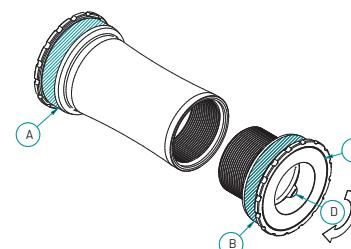

Fig. 2
- Lubrificare entrambe le calotte (A e B) nella zona di interferenza del telaio (Fig. 2).
- Installare la calotta sinistra (A) nella parte sinistra del telaio, assicurandosi di portare la battuta della calotta a contatto con il telaio stesso e avendo cura di non sollecitare i cuscinetti sottostanti la boccola (C).
- Installare la calotta destra (B) nella parte destra del telaio, avvitandola manualmente ruotandole in senso orario per accoppiarla alla calotta sinistra.
- Lubricate both caps (A and B) surfaces where BB fit the BB shell of frame area of the frame (Fig. 2).
- Install the left cap (A) on the left side of the frame, thus making sure to bring the cap stop in touch with the frame and taking care not to stress the bearings (C).
- Install the right cap (B) on the right side of the frame, thus screwing it manually by turning it clockwise to couple it to the left cap.
- Lubrifiez les deux cuvettes (A et B) dans la zone d'interférence du cadre (Fig. 2).
- Installez la cuvette de gauche (A) dans la partie gauche du cadre, en veillant à mettre la butée de la cuvette en contact avec le cadre et à ne pas exercer de contrainte sur les roulements situés sous le support extérieur gris (C).
- Installez la cuvette de droite (B) dans la partie droite du cadre, en la vissant manuellement dans le sens des aiguilles d'une montre pour l'accoupler à la cuvette de gauche.
- Schmieren Sie beide Kappen(A und B) im Eingriffsbereich des Rahmens (Abb. 2).
- Installieren Sie die linke Kappe (A) im linken Teil des Rahmens. Achten Sie dabei darauf, den Anschlag der Kappe in Kontakt mit dem Rahmen selbst zu bringen und achten Sie darauf, dass die Lager unter der externen grauen Stütze (C) nicht zu belasten werden.
- Installieren Sie die rechte Kappe (B) im rechten Teil des Rahmens, indem Sie sie manuell durch Drehen im Uhrzeigersinn festschrauben, um sie mit der linken Kappe zu verbinden.
- Lubrique ambas cazoletas (A y B) en la zona de interferencia del cuadro (Fig. 2).
- Instale la cazoleta izquierda (A) en la parte izquierda del cuadro, asegurándose de que el tope de la cazoleta entre en contacto con el cuadro y teniendo cuidado de no forzar los rodamientos situados debajo del soporte exterior gris (C).
- Instale la cazoleta derecha (B) en la parte derecha del cuadro, enrollándola a mano en sentido horario, para acoplarla a la cazoleta izquierda.